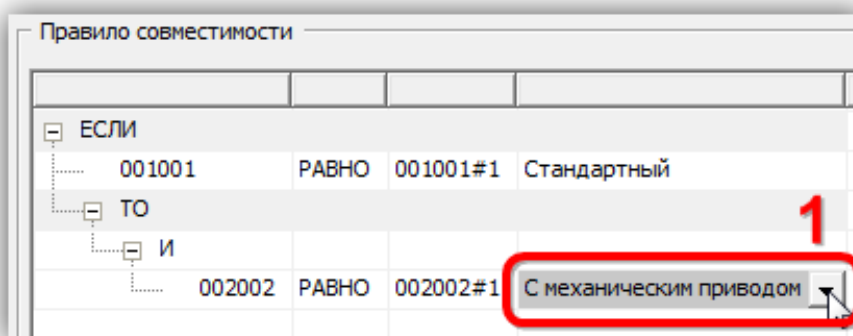

Рис. 10-183 – Добавление значения опциона в правило
9) В таблице «Правило совместимости» выбрать оператор «ТО» (1 на рис. 10-183).
10) Нажать кнопку «Операция «И»» на панели инструментов (2 на рис. 10-183).
11) В таблице «Правило совместимости» выбрать оператор «И» (3 на рис. 10-183).